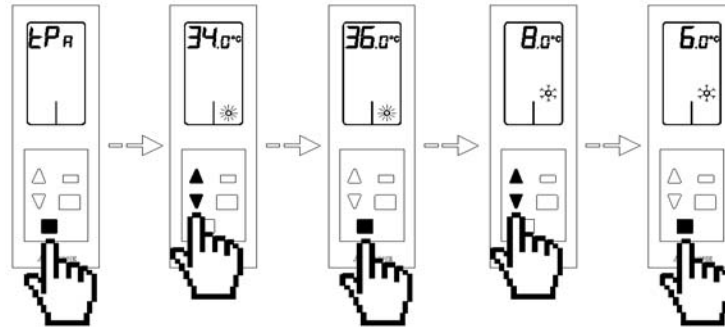

Fig. 78
- Temperatura di taglio della sonda in modo freddo e caldo LPR :** Questa opzione permette di impostare la temperatura di taglio della sonda di ritorno del sistema per la protezione da sovratemperatura in impianti idronici. Per difetto il sistema è impostato su una temperatura in caldo di 34° e in freddo di 8° . Se si desidera modificare questo parametro, premere $\square$, ed il valore inizierà a lampeggiare ad indicare che siamo all'interno del sottomenù; il menù consente di modificare questo parametro in valori compresi tra 32° 34° 36° per il modo caldo. Utilizzare le frecce $\triangle \nabla$ per modificare il valore e premere $\square$ per confermare. Una volta confermato sarà richiesta l'impostazione delle temperatura di taglio in modo freddo; questo parametro è impostabile su valori compresi tra 5° 8° 10° , utilizzare le frecce $\triangle \nabla$ per modificare il valore e premere $\square$ per confermare. (Fig.78)